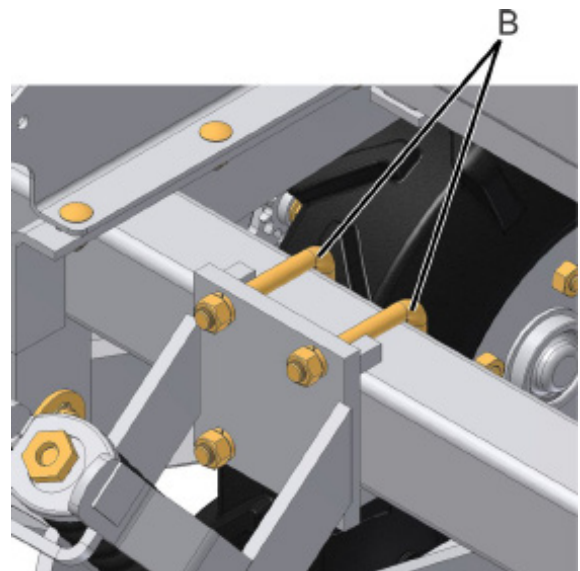

fig. 05
- 4- Suelte las dos abrazaderas de fijación del conjunto línea surcadora (B) (fig. 05), dejando libre con relación a la estructura del chasis. Desplace hasta la separación establecida;